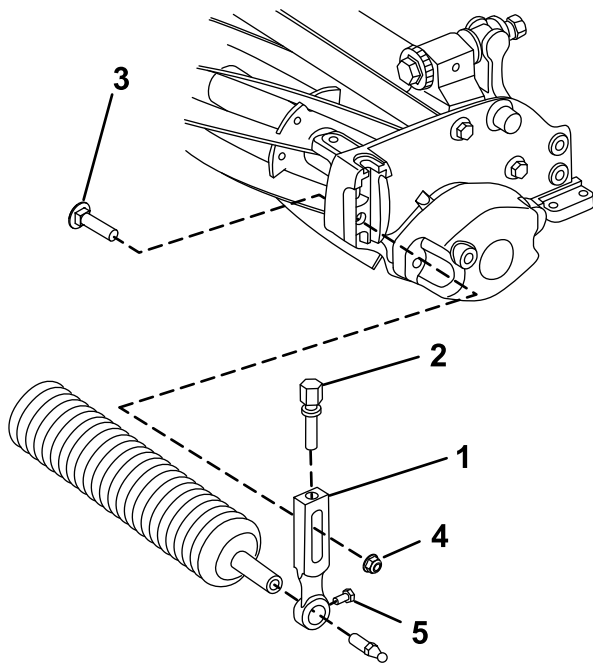

Figura 3
1. Îndepărtați șurubul plugului, aiba i contrapiulița cu guler care fixează unul dintre braele pentru înălțimea de tăiere pe placa laterală a unității de tăiere (Figura 3).
3. Glisai arborele rolei pe braul pentru înălțimea de tăiere de pe capătul opus al unităii de tăiere (Figura 3).
4. Glisai braul pentru înălțimea de tăiere pe arborele rolei (Figura 3).
5. Fixai fără a strânge rola pe unitatea de tăiere cu braul pentru înălțimea de tăiere i dispozitivele de fixare îndepărtate anterior (Figura 3).
7. Strângeți uruburile pentru montarea rolei (Figura 3).
2. Slăbii uruburile pentru montarea rolei din braele pentru înălțimea de tăiere (Figura 3).